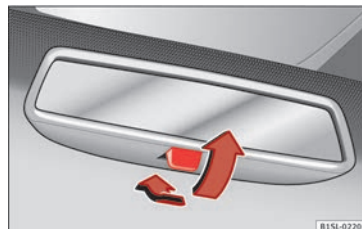

Fig. 50 Retrovisor com antiencandeamento manual.
- Para evitar o encandeamento, puxe o manípulo para trás » **Fig. 50**.